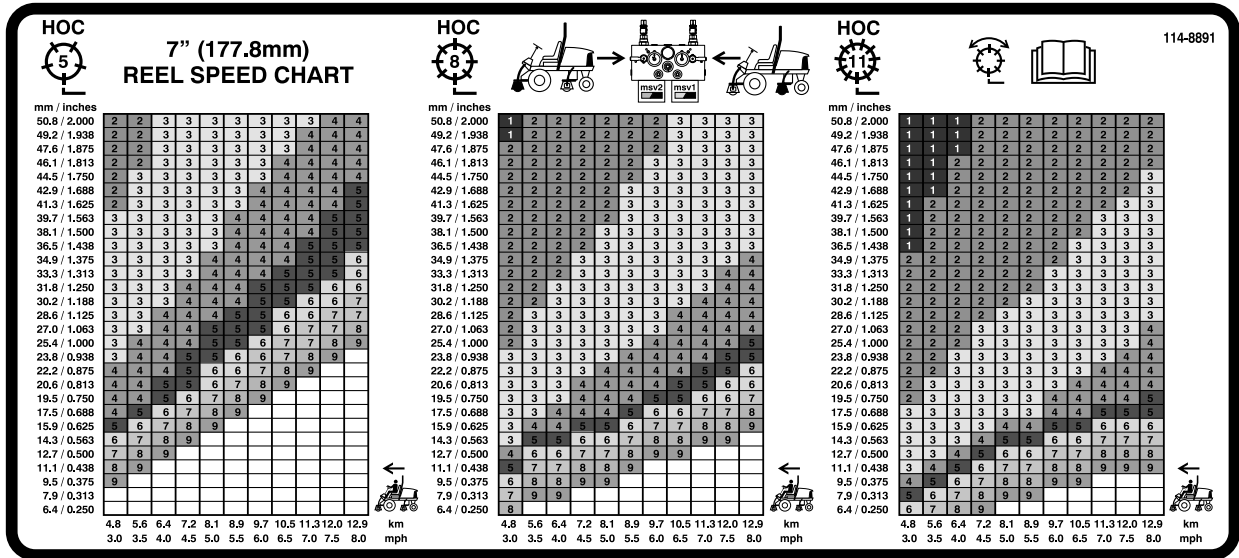
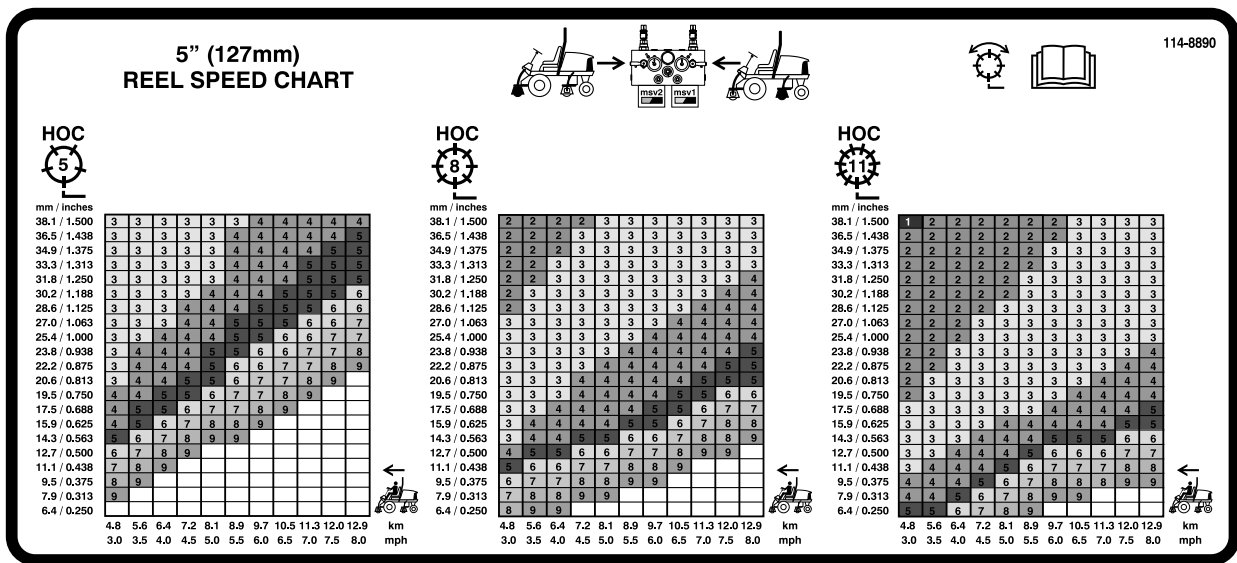

Figure 41
Figure 42
3. Utilisez le graphique approprié sur l'autocollant 110-0996 (Figure 41) pour le Reelmaster 5510 & 5610 avec plateaux de coupe à cylindre de 17,8 cm [7 pouces], ou l'autocollant 110-8923 (Figure 42) pour le Reelmaster 5210 & 5410 avec plateaux à cylindre de 12,7 cm [5 pouces], afin de déterminer le réglage de vitesse correct des cylindres.